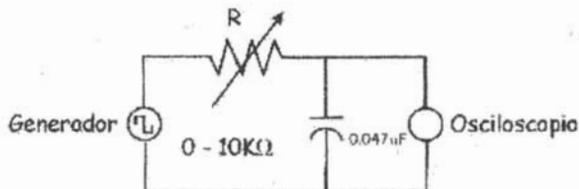

Figura 2.27
- Alambre el circuito de la figura 2.27